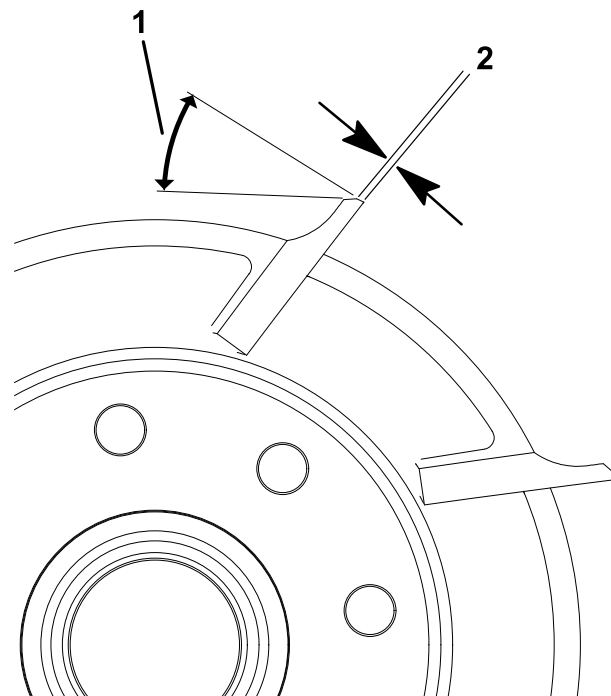

Figure 20
- Créez un angle de dépouille de 30° sur toutes les lames de cylindre jusqu'à obtention d'une facette de 0,76 mm de largeur (Figure 20).